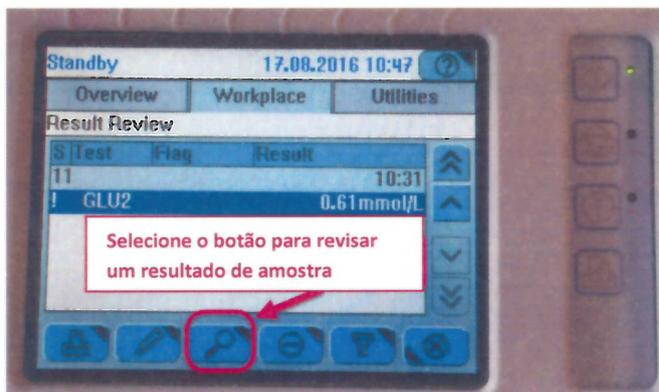

Fig 3: Janela de Revisão de Resultados para os instrumentos com versões antigas de telas
2. Analise as amostras que estão sendo processadas desde o exato tempo que o erro ocorreu (Fig. 3 e 4 / 3.1 e 4.1)